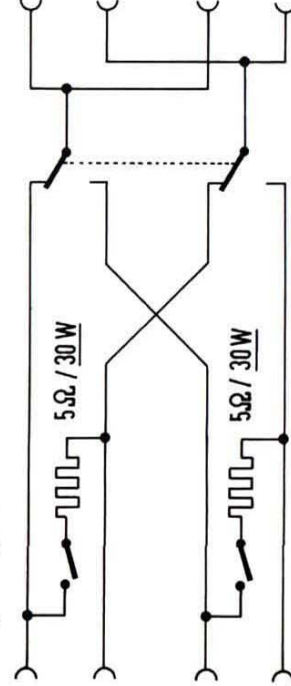
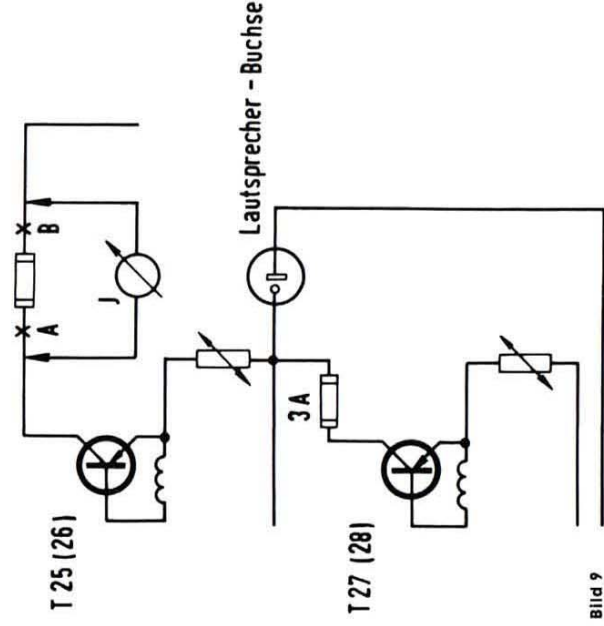

Bild 8
Bild 9
Die Schaltung nach Bild 8 mit den 5-Ω-Belastungswiderständen wird an die Lautsprecherbuchsen des einzustellenden Verstärkers angeschlossen. Die Sicherung zwischen Punkt A und B (Bild 9) wird ausgelötet und ein Strommesser (Multiv) angeschlossen.
An einen der Meßausgänge in der Schaltung nach Bild 8 wird ein Voltmeter mit Nullpunktmittel (UV 4) gelegt. Die beiden Belastungswiderstände 5 Ω sind abzuschalten. Der Abgleich wird nun folgendermaßen durchgeführt: Mittels des Widerstandes R 445 (446) wird ein Strom (Bild 9) von 40 mA eingestellt und anschließend die Symmetrie mit dem Regler R 437 (438) Nullabgleich des Voltmeters mit Nullpunktmittel). Da beide Einstellungen nicht unabhängig voneinander sind, müssen sie etwa zweimal wiederholt werden. Sind die Einstellwerte in Ordnung, wird die Sicherung wieder eingelötet und an den Lautsprecher-Buchsen nochmals die Symmetrie kontrolliert. Es darf keine Gleichspannung anliegen.